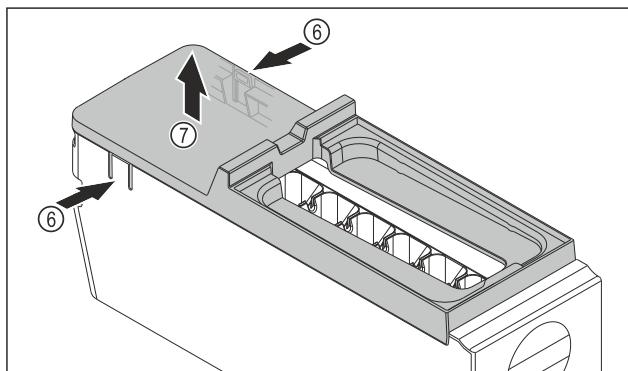

Fig. 90
- Изваждане на капака на корпуса на EasyTwist-Ice: Натиснете езичетата Fig. 90 (6) от двете страни на корпуса на EasyTwist-Ice с една ръка.
- С другата ръка извадете капака Fig. 90 (7) нагоре.